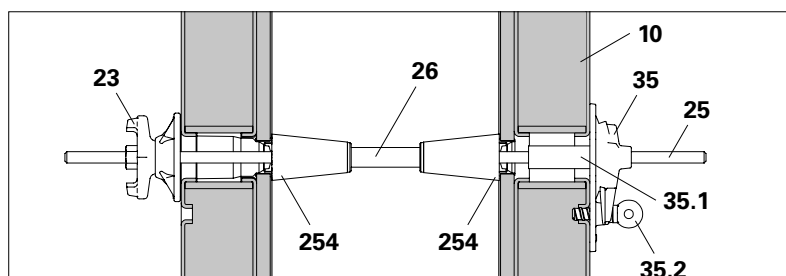

Fig. A5.12
- Variante 3 avec SK cône d'ancrage DW 15/2 (Fig. A5.12)